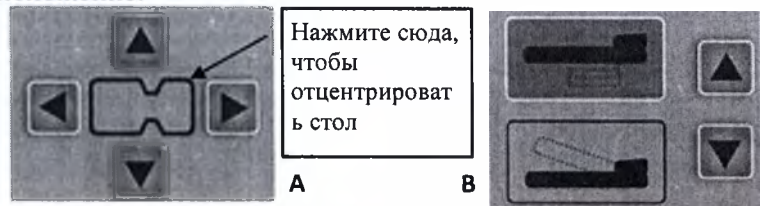

Рисунок 2-17. Окно управления перемещением Стола пациента
- Окно управления перемещением Стола пациента (Рисунок 2-17)
Управление передвижением Стола пациента осуществляется в двух окнах. Окно передвижения по двум осям (Рисунок 2-17А) управляет поперечным и продольным перемещением, а окно перемещения по вертикали (Рисунок 2-17 В) управляет перемещением вверх/вниз и переводом в положение Тренделенбурга. Нажмите на центральную кнопку (расположенную между стрелками) в окне управления передвижением по двум осям, это автоматически переведет стол в центральное положение.